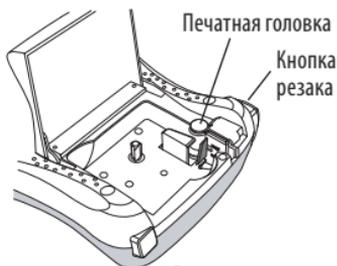

Рисунок 6
2. Нажмите и удерживайте нажатой кнопку резака, чтобы показалось его лезвие. См. рисунок 6.
3. Осторожно протрите мягкой стороной инструмента печатную головку. См. рисунок 6.